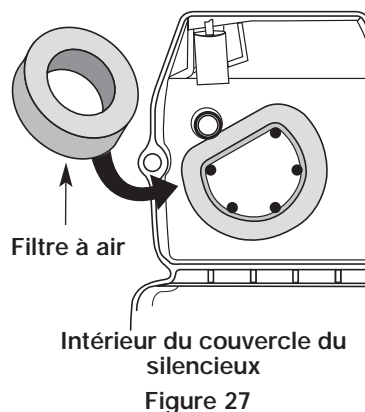

Figure 27
2. Retournez le couvercle et inspectez l'intérieur pour repérer le filtre à air. Retirez le filtre à air de l'intérieur du couvercle du filtre à air/silencieux (Fig. 27).
6. Remplacez le filtre à air à l'intérieur du couvercle du filtre à air/silencieux (Fig. 27).
2. Insérez les quatre (4) vis dans les trous du filtre à air/couvercle du silencieux (Fig. 27) et **vissez sans trop serrer**.